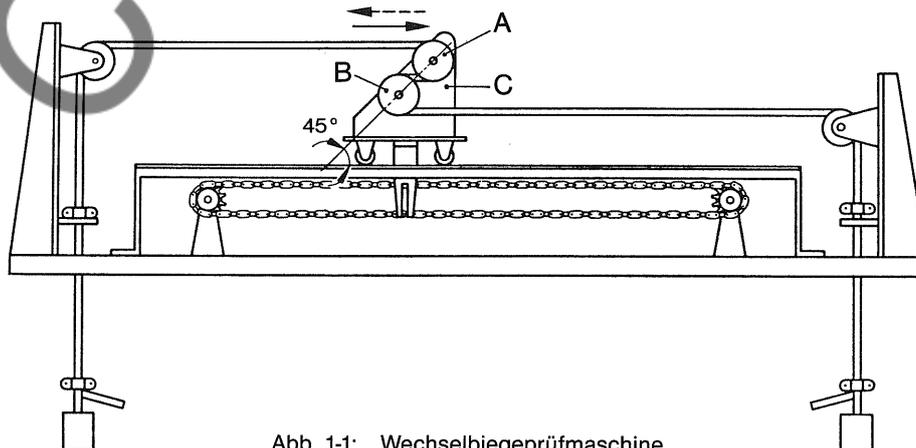

Abb. 1-1: Wechselbiegeprüfmaschine
- (1) Zylinder mit entsprechendem Durchmesser (z. B. Trommelkern);
- (2) Wechselbiegeprüfmaschine gemäß Abb. 1-1;
Die Wechselbiegeprüfmaschine gemäß Abb. 1-1 besitzt einen Wagen C mit zwei Rollen (A und B), die so angeordnet sind, daß die Leitung zwischen den Rollen waagrecht verläuft. Die Begrenzungsschellen D werden so befestigt, daß der Zug immer durch das Gewicht ausgeübt wird, von dem der Wagen sich entfernt. Der Wagen bewegt sich über eine Strecke von 1 m mit annähernd konstanter Geschwindigkeit von 0,33 m/s hin und her. Die Rollen haben entsprechend der Form des Leitungsquerschnittes halbkreisförmige Rillen für runde Leitungen und flache Rillen für flache Leitungen.
Das Probestück wird gemäß Abb. 1-1 über die Rollen gelegt und ist an den beiden Enden mit je einem Gewichtsstück zu belasten.